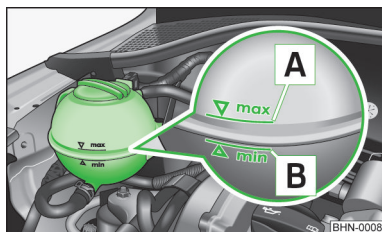

Fig. 136
Pentru completare, utilizați numai antigelul a cărui denumire o găsiți pe vasul de expansiune al lichidului de răcire » fig. 136 la pagina 164.
- Nu adăugați lichid de răcire deasupra marcapajului **A** » fig. 136 la pagina 164.
- Verificați nivelul lichidului de răcire la vasul de expansiune al lichidului » fig. 136.